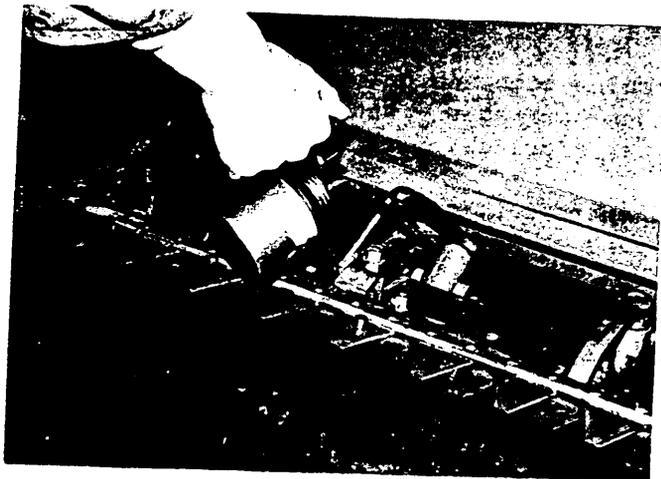

Fig.2
- Ressorts de pression des bras de guidage supérieurs (relever les bras supérieurs et graisser les surfaces de frottement), Fig. 2.